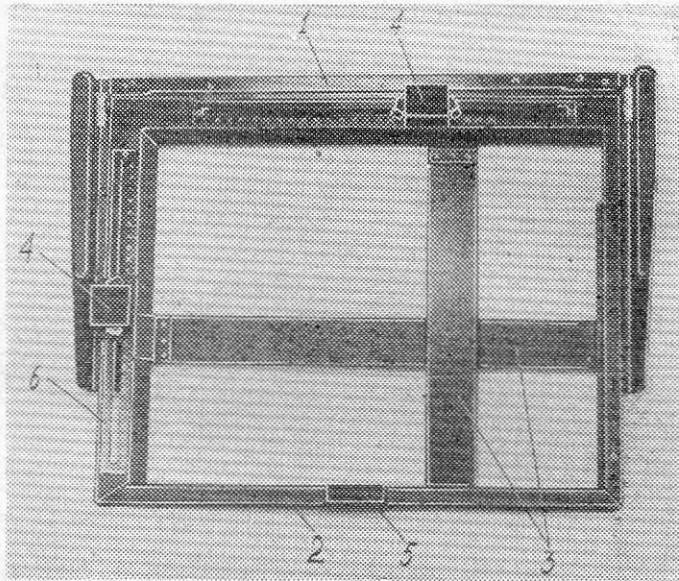

Рис. 9. Кадрирующая рамка:
8.3. Расположите на экране 12 (рис. 2) основания кадрирующую рамку (рис. 9).
8.9. Приподнимите прижимные линейки 3 (рис. 9) кадрирующей рамки, держась за рукоятку 5, уложите фотобумагу эмульсионной стороной к объективу до упоров в левом верхнем углу на рамке, опустите прижимные линейки.
Кадрирующая рамка (рис. 9) служит для выравнивания и удержания фотобумаги при экспонировании, а также для выбора необходимого размера отпечатка.